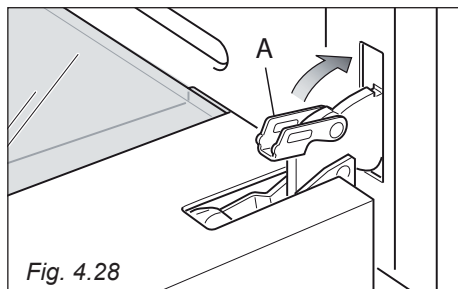

Fig. 4.28
- Aprire completamente la porta del forno e richiudere la leva "A" delle cerniere destra e sinistra (fig. 4.28)